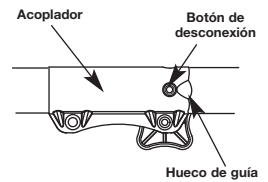

Fig. 2
2. Oprima y sostenga oprimido el botón de liberación (Fig. 2).